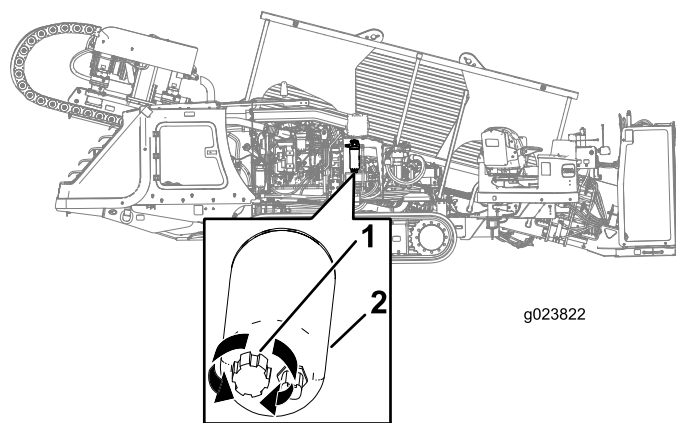

Рисунок 93
3. Поместите сливной поддон под топливный фильтр грубой очистки (Рисунок 93).
4. Поверните сливной клапан в нижней части топливного фильтра грубой очистки на 2-3 оборота против часовой стрелки и слейте воду и осадки (при наличии) из топливного фильтра (Рисунок 93).